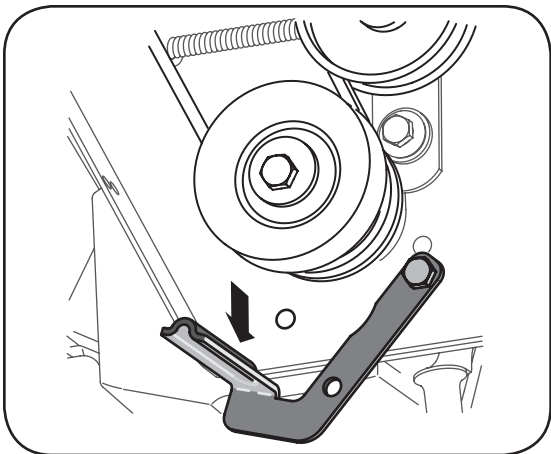

Figure 25
b. Éloignez le guide de courroie et le support de la poulie motrice. Voir la Figure 25.